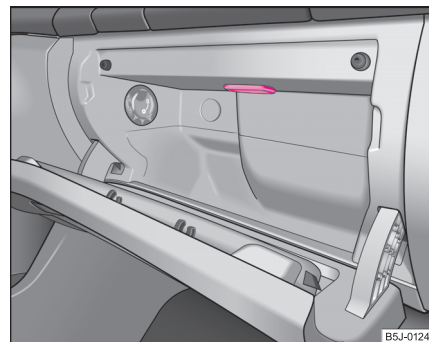

Fig. 187 Demontarea lămpii din compartimentul de depozitare de pe partea pasagerului din dreapta
- Introduceți un cuțit sau alt obiect asemănător lateral între lampă și torpedou ⇒ pagina 257, fig. 187. Dislocați cu atenție lampa.